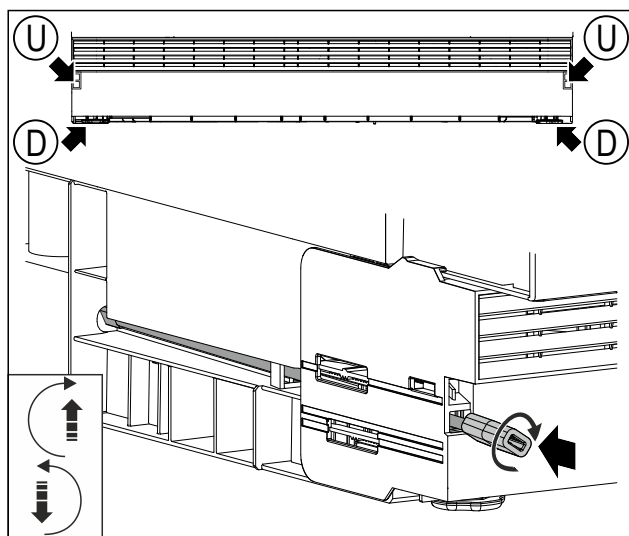

Fig. 49 Reprezentare exemplificatoare
- Introduceți bara cu piesa adaptoare în deschizătura Fig. 49 (U).